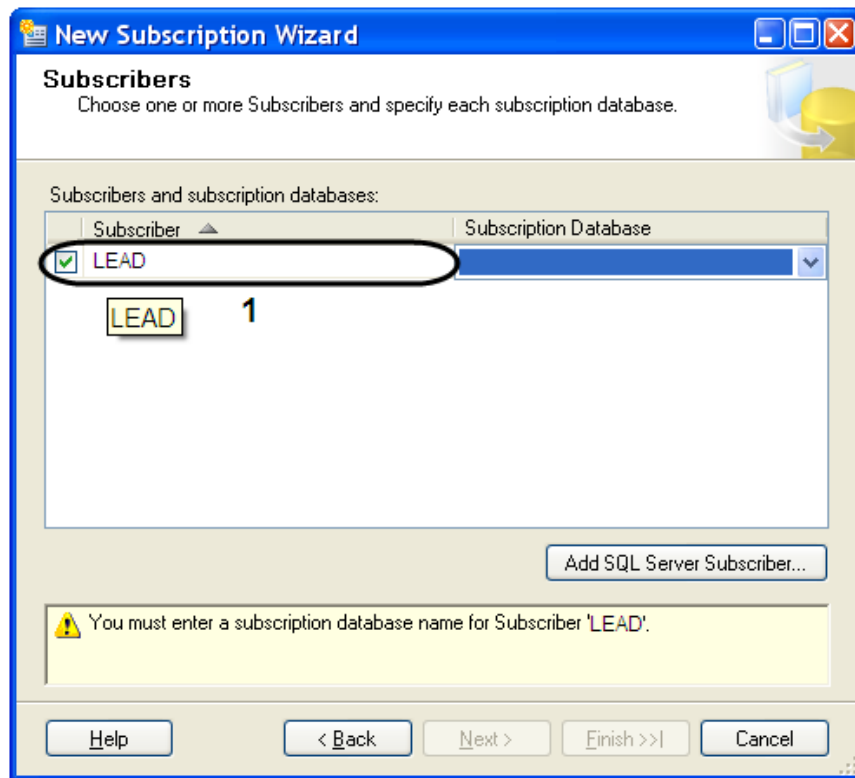

Рис. 11.3-15. Выбор подписчика
11. В окне «Subscribers» установить флажок «Subscriber» рядом с подписчиком (Рис. 11.3-15, 1).